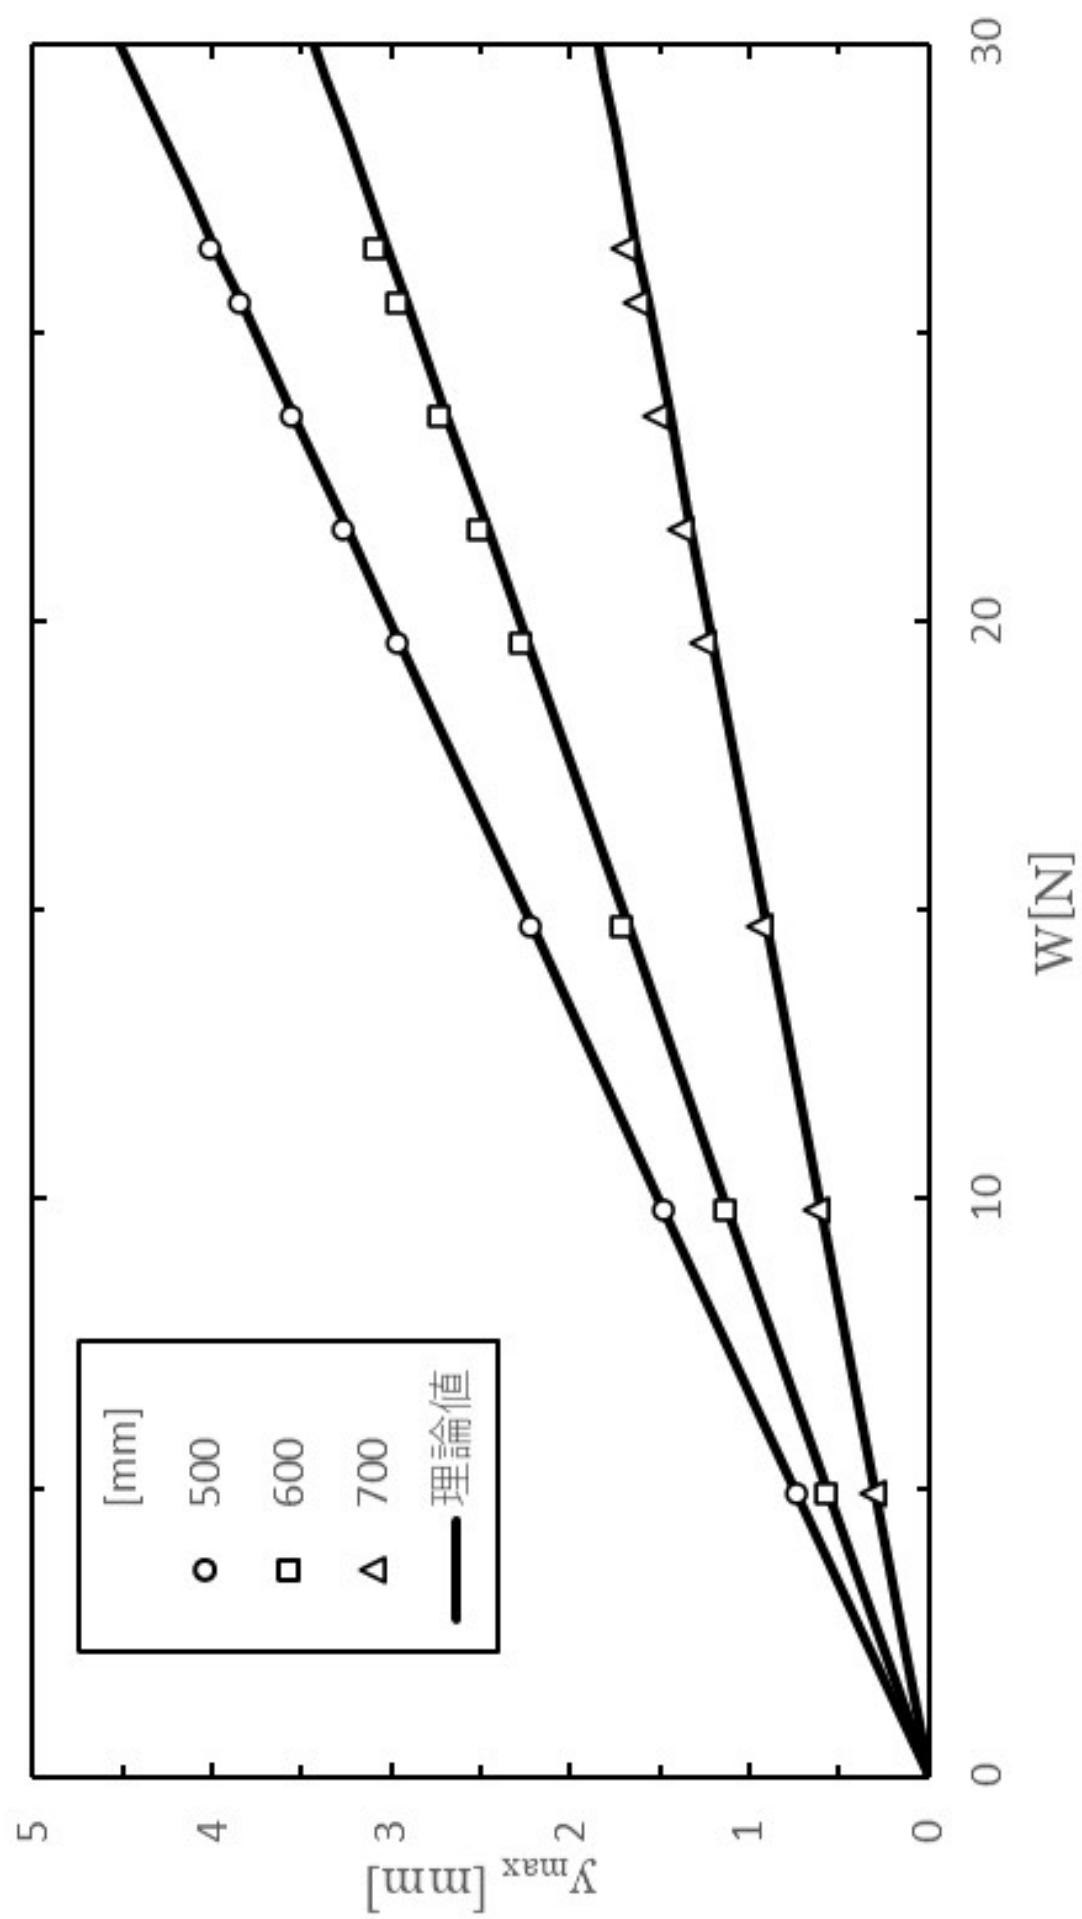
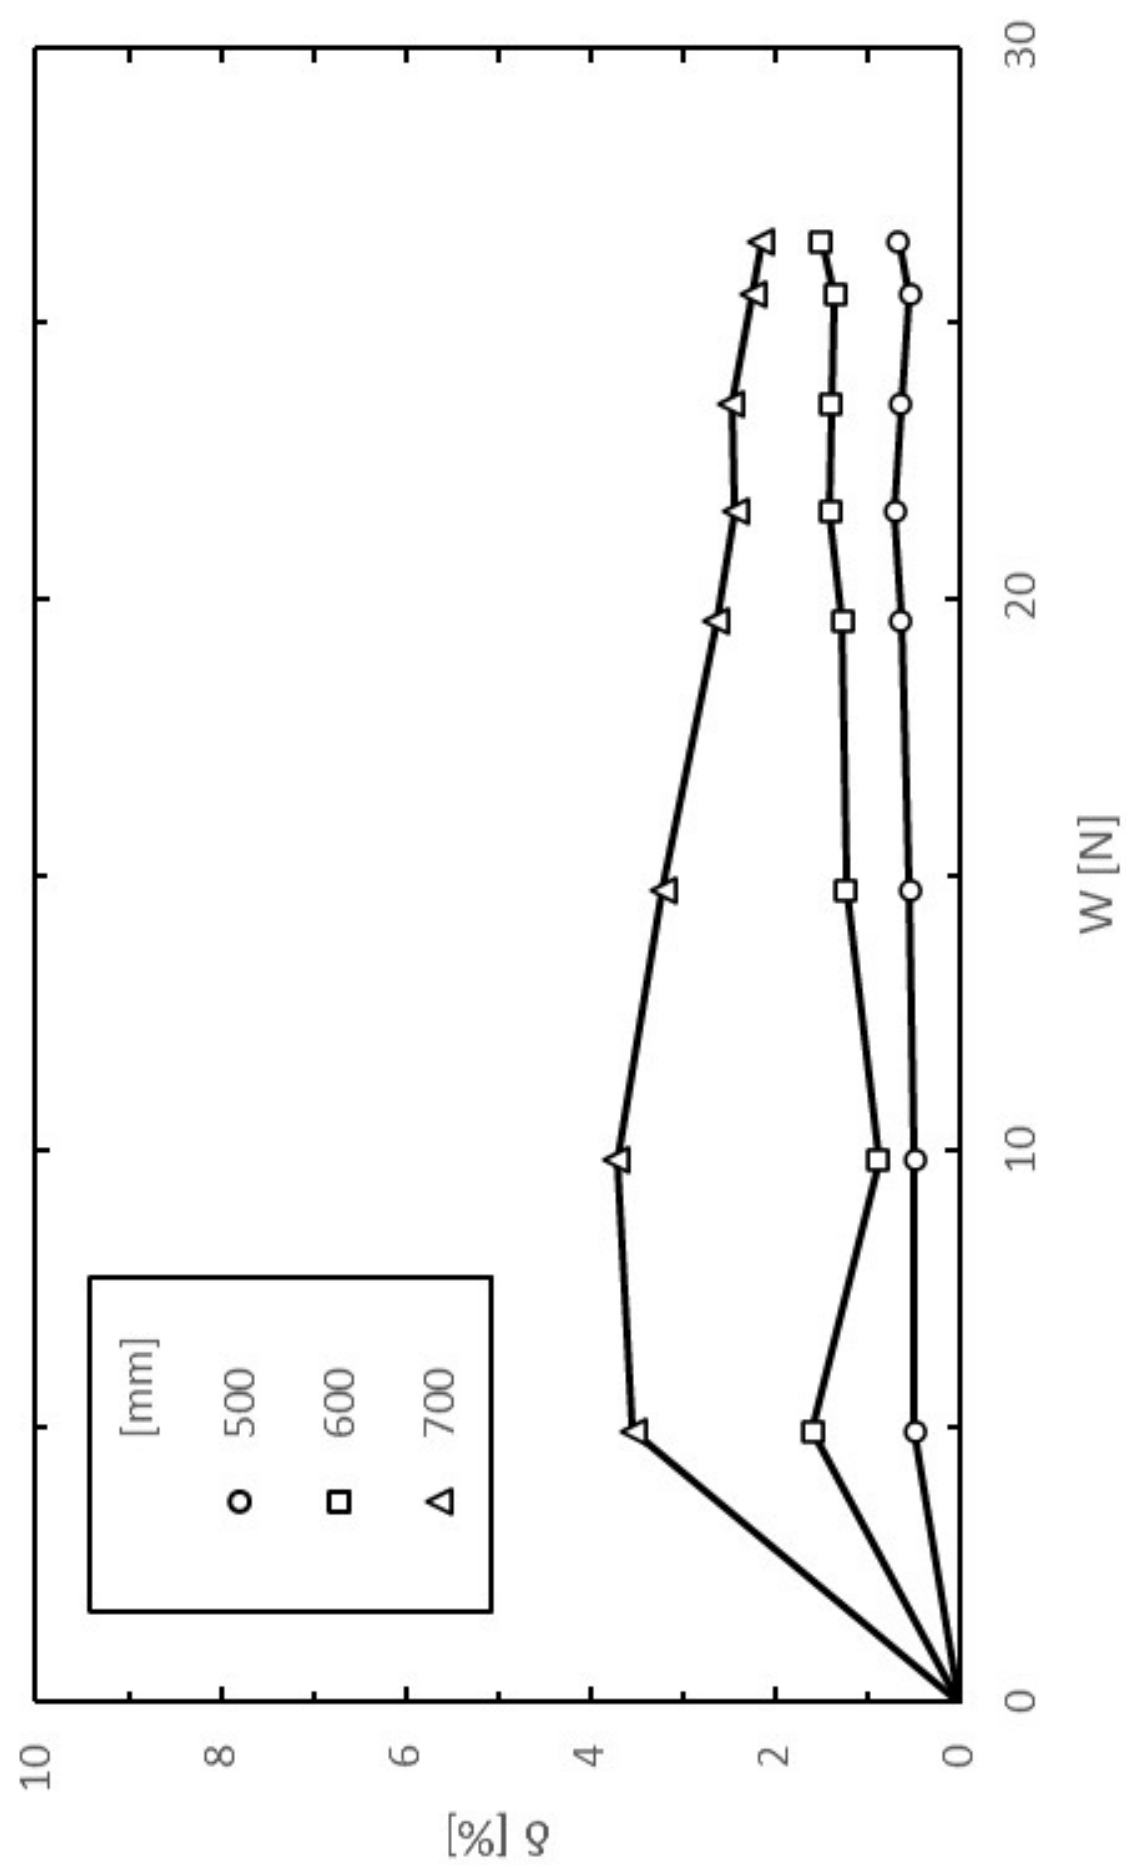

図 6 $a = 500, 600, 700$
図 7 荷重と誤差率
横軸に $W[N]$ を，縦軸に誤差率 $\delta[\%]$ をとって，図を描け [図 7] ．
図 3 から 5 に $a = 500, 600, 700$ のときの，荷重 $W[N]$ と，最大たわみ y_{max} の関係をグラフを示す．図 6 に $a = 500, 600, 700$ をまとめたものを示す．図 7 に軸に $W[N]$ を，縦軸に誤差率 $\delta[\%]$ を取ったものを示す．図 3 から 5 より測定値が理論値を大きく外れていないことが確認できる．また荷重 $W[N]$ と最大たわみ $y_{max}[mm]$ が比例関係にあることも直線であることから読み取れる．図 6 より a が大きくなればなるほど傾きが小さくなっているのがわかる．これは端によれば寄るほど最大たわみが小さくなることを示している．式 (1) の b を $l - a$ とすると a が大きくなれば分母が小さくなり y_{max} が小さくなるのがわかる ．